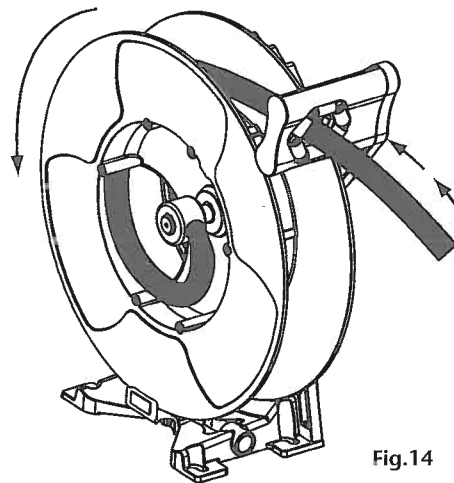

Fig.14
3. Gently pull the hose, it will be automatically rewound (fig.14).
3. Gently pull the hose, the hose is automatically rewound (fig.14).
3. Tirar suavemente de la manguera hasta que quede liberada del trinquete y se recoja por si misma (fig. 14).